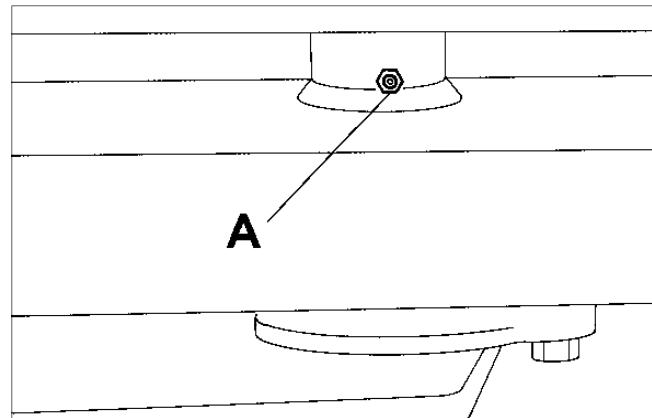

Fig.32
- (e) Achsschenkel des Hinterrades (A Bild 32).
- (e) Perno centrale dell'assale posteriore (A Fig. 32)